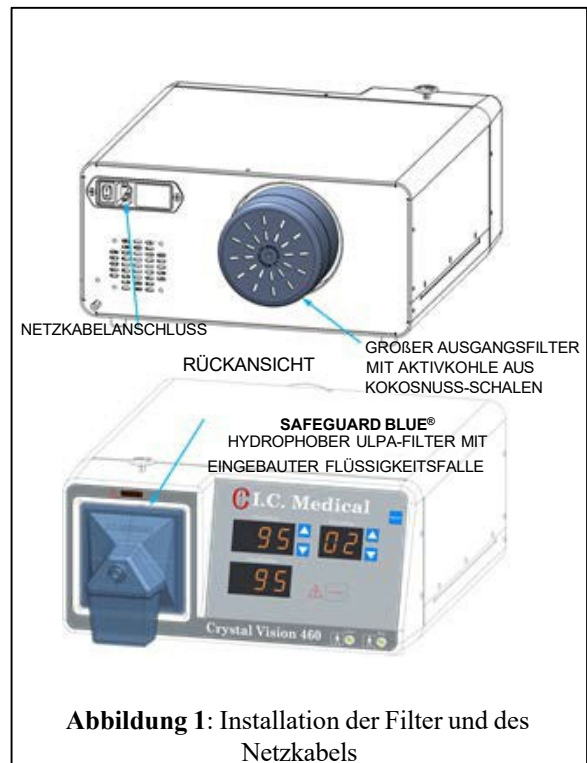

Abbildung 1: Installation der Filter und des Netzkabels
4. Siehe Abbildung 1
HF-Sensor bei Verwendung mit monopolaren Geräten (Abbildung 1; Option 2; Position 1 oder 2):